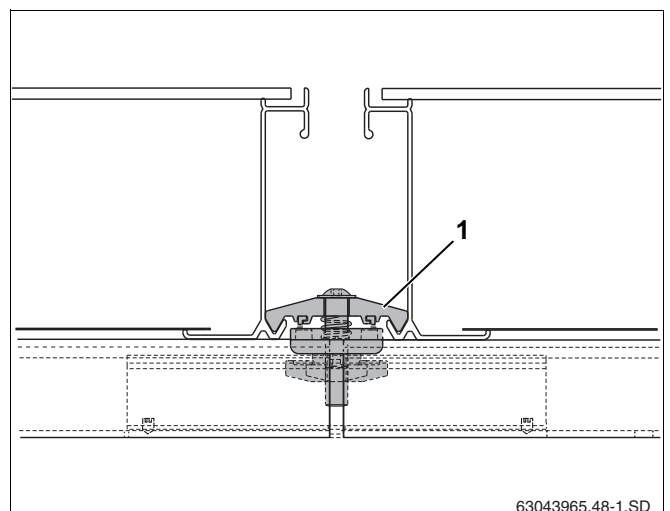

Fig. 48 Dobbeltsidet opspændingsanordning mellem to solfangere
Opspændingsanordningens nedholder (fig. 48, **pos. 1**) griber nu ind i de nederste solfangerkanter.